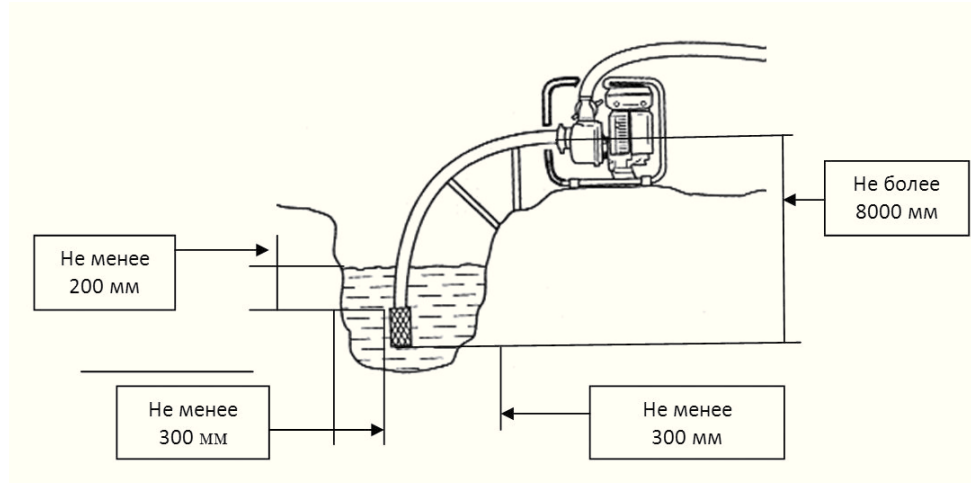

Рис.9
1. Установите мотопомпу вблизи водоема (емкости) на твердую ровную горизонтальную поверхность, опустите фильтр всасывающего рукава в водоем(емкость), обеспечив вертикальное положение фильтра. При установке фильтра соблюдайте все необходимые расстояния, как показано на Рис.9.